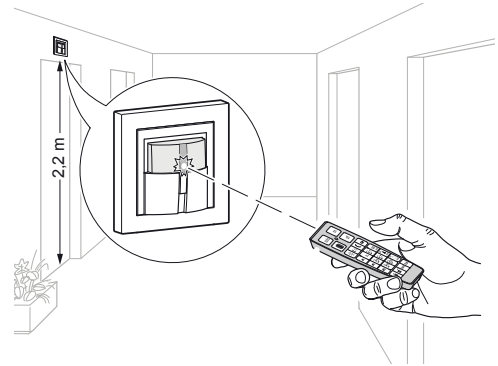

Figura 9: Uso do comando remoto por IV
- Na operação, apontar a frente do comando remoto na direção do díodo recetor de IV (Figura 9).